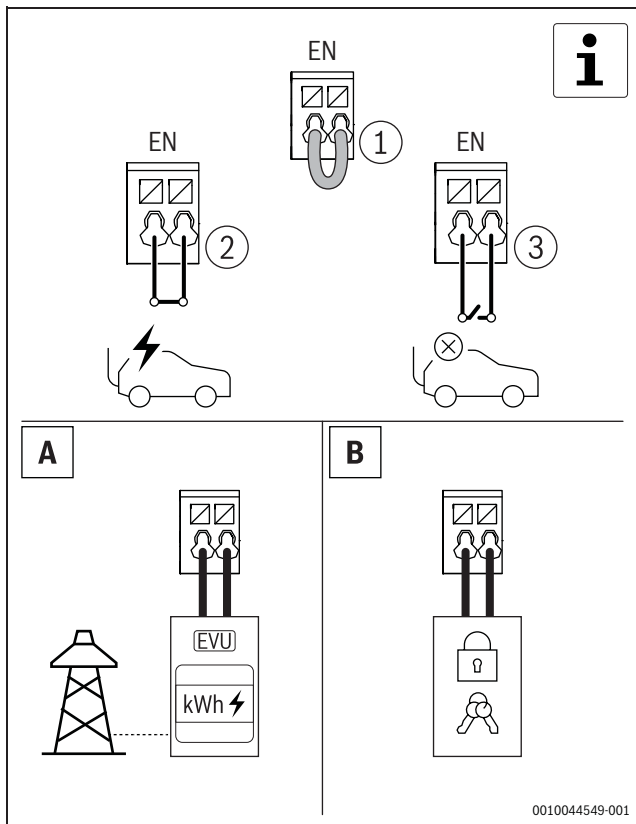

Bild 23 Optionaler Digitaleingang
- Die Power Charge 7000i mit der RFID-Karte, der App oder über die externe Sperreinrichtung entsperren. Dieser Schritt ist optional (→ Abb. 23 und 6.1.5, Seite 19).